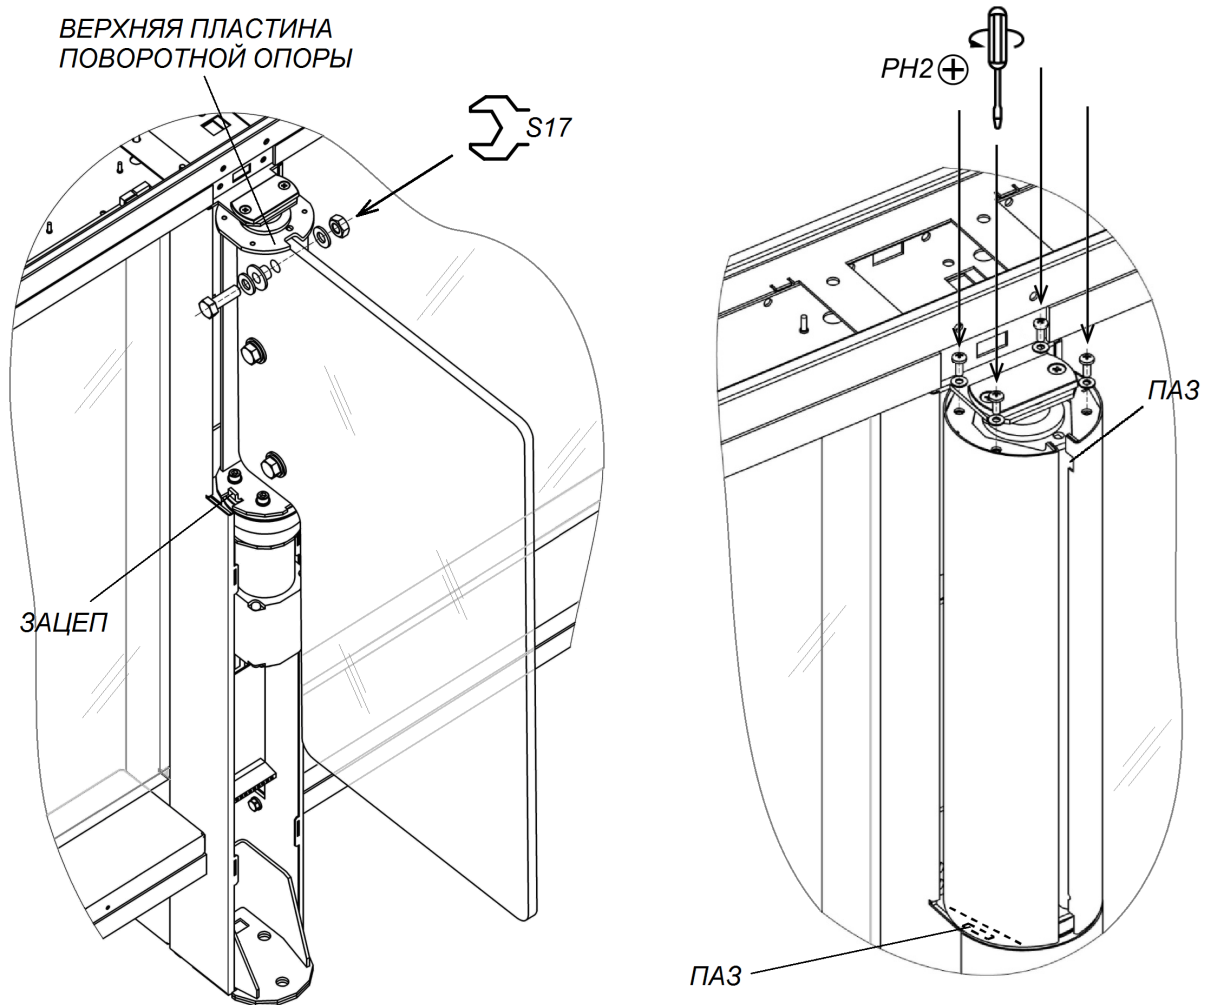

Рисунок 23. Створка и кожух створки
22. Распакуйте стеклянные створки (1) и произведите их монтаж (рис. 23, разд. 8.9.3).
23. Установите кожухи створок (4) из комплекта принадлежностей (рис. 23, разд. 8.9.4).
Снятие или установку створки производите вдвоем. Створка к поворотной опоре крепится в трех местах при помощи болтов M10×30, шайб 10, втулок пластиковых и гаек M10 (см. рис. 23). Используйте рожковые ключи S17.
2. Смонтируйте одну из частей кожуха на поворотную опору створки. Для этого оденьте кожух на верхнюю пластину поворотной опоры через пазы в верхней части кожуха, после чего сдвиньте кожух вниз до конца, введя нижний паз кожуха в зацеп, расположенный в нижней части поворотной опоры (см. рис. 23).